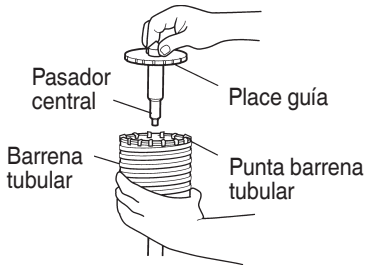

Fig. 19
- (3) Insertar el pasador central en la placa guía hasta que se pare.
(4) Unir la placa guía con la barrena tubular y girar la placa guía hacia la izquierda o hacia la derecha de forma que no se caiga a pesar de estar indicando hacia abajo. (Fig. 19)